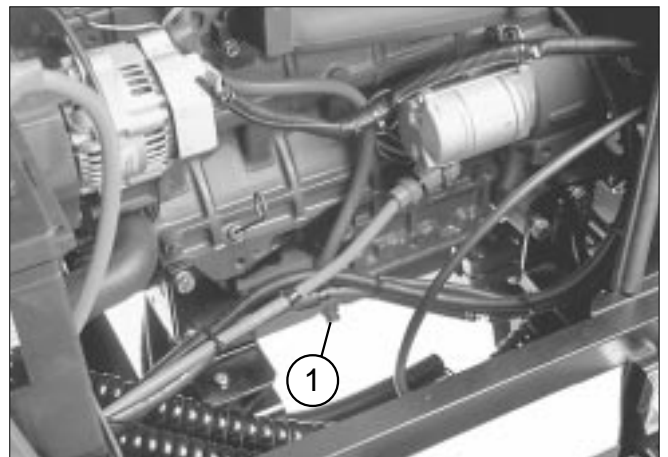

図 30
1. ドレン プラグを取って (図 30) 廃油を受け、完全に抜いたらプラグを元通りに取り付ける。